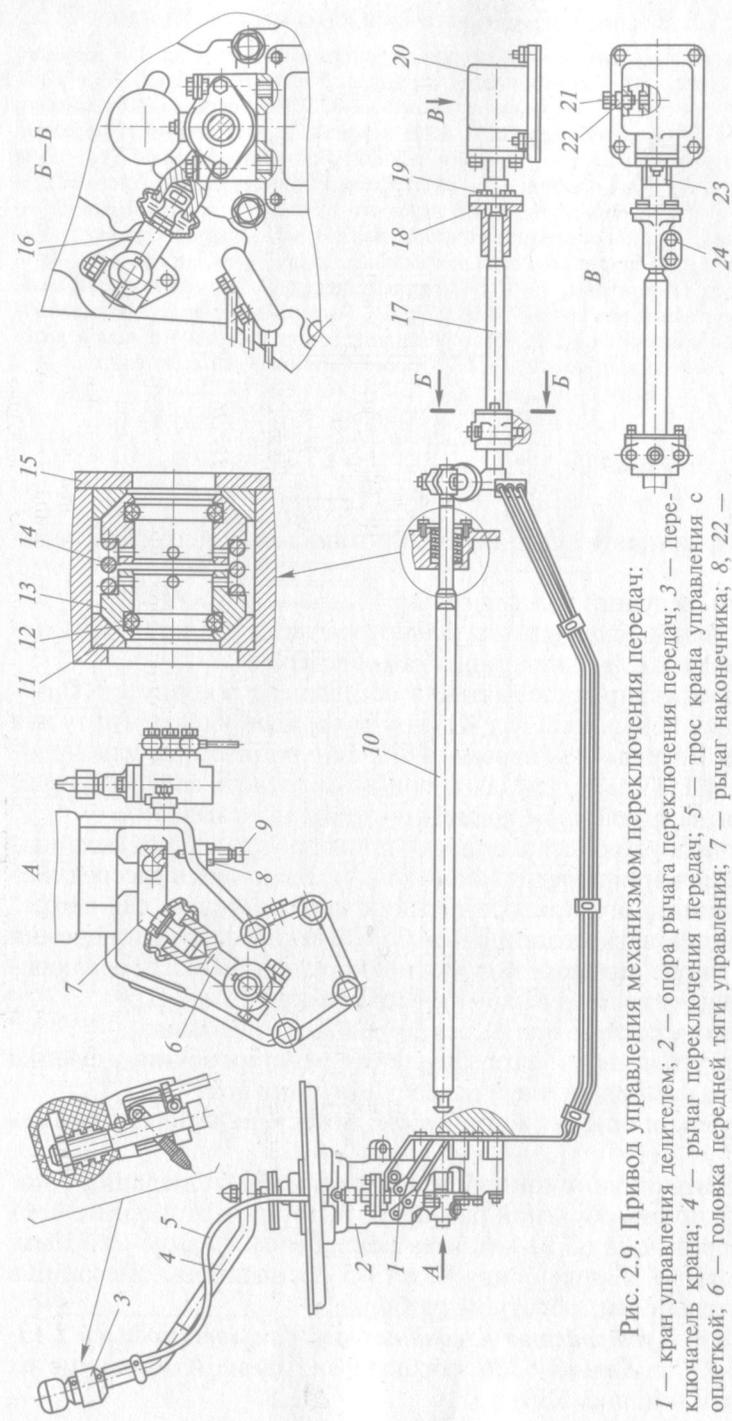

Рис. 2.9. Привод управления механизмом переключения передач:
30. Изучить устройство и работу привода управления механизмом переключения передач (см. рис. 2.9). Выполнить рассоединение дистанционного привода переключения передач, для чего: